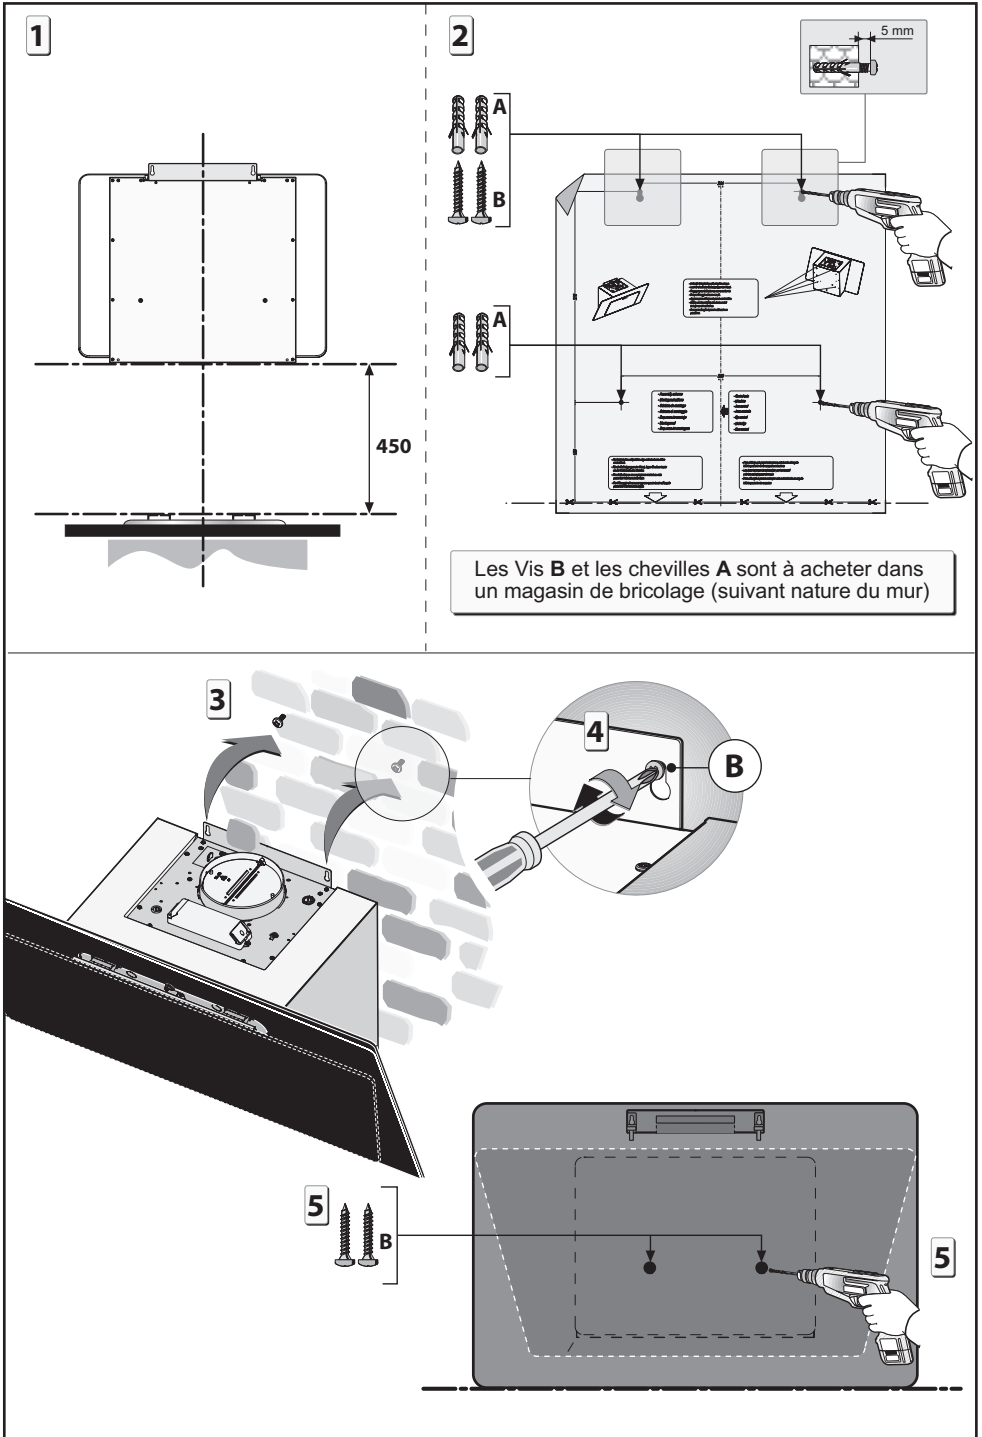

Fig.3
- Tracer une ligne (bien de niveau) sur le mur correspondant au bord inférieur de la hotte en tenant compte des mesures indiquées dans la fig. 3, rep 1 et de la hauteur du plan de cuisson.
- Repérez et percez les trous de fixation (fig 3,2).
- Mettre 4 chevilles expansibles **A** + 2 vis **B** du haut sans les visser complètement (fig 3,2).
- Lever la hotte et accrocher-la aux 2 vis **B** (fig 3,3), et vissez les 2 vis **B** à fond (fig 3,4)